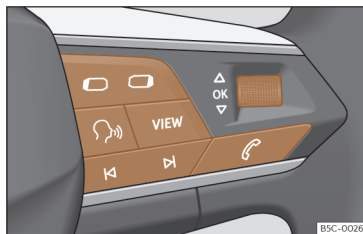

Fig. 8 Côté droit du volant multifonction : touches permettant d'utiliser les menus et les messages d'information du combiné d'instruments (selon les versions).
Lorsqu'un message d'avertissement de priorité 1 >>> page 20 s'affiche, aucun menu n'est accessible. Certaines alertes peuvent être confirmées et masquées en appuyant sur la touche **OK** du volant multifonction >>> fig. 8.
- Si le système affiche un message ou le pictogramme d'un véhicule, appuyez sur la touche **OK** >>> fig. 8 plusieurs fois si nécessaire.